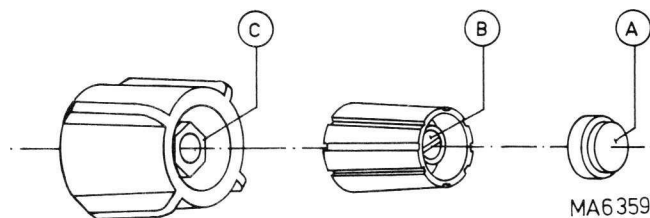

Fig. 9. Verwijderen van de knoppen
3.2.3.2. Dubbele knoppen (fig. 9)